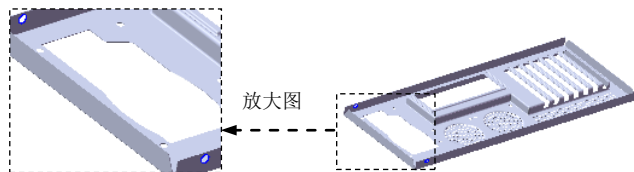
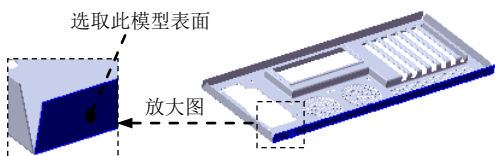

图 17.7.87 创建孔 3
图 17.7.88 定义孔的放置面
Step21. 创建图 17.7.87 所示的零件特征——孔 3。
(1) 选择下拉菜单 **插入(I)** → **特征(F)** → **孔(H)** → **简单直孔(S)...** 命令 (或单击“特征”工具栏中的 按钮)。
(2) 定义孔的放置面。选取图 17.7.88 所示的模型表面为孔的放置面。
(3) 定义孔的参数。